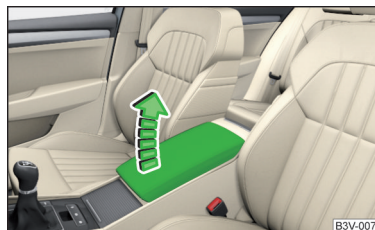

Fig. 69
- Pentru **reglarea înălțimii**, ridicați cotiera în sensul săgeții într-una din cele șase poziții de fixare » **fig. 69**.